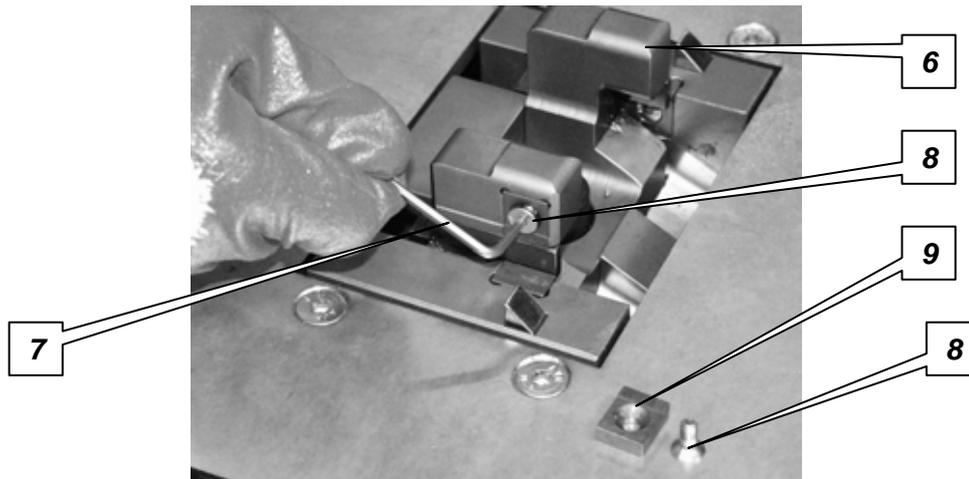

Figura 5.11 – Sostituzione lame superiori
**Sostituzione delle lame superiori (figura 5.11):**